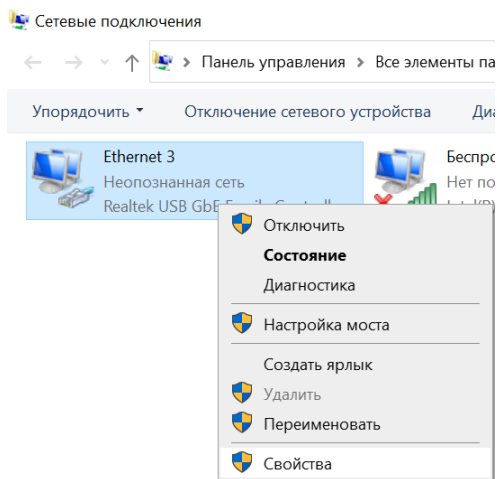

Рисунок 9 – Открытие окна свойств сети
- 3) Открыть свойства сетевого подключения (Рисунок 9);